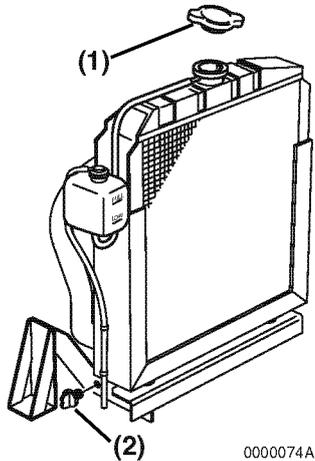

Abbildung 19
2. Den Kühlersverschluss abnehmen (**Abbildung 19, (1)**).
3. Ablassschraube herausdrehen oder Ablasshahn (**Abbildung 19, (2)**) am Boden des Kühlers öffnen und Kühlflüssigkeit ablaufen lassen.